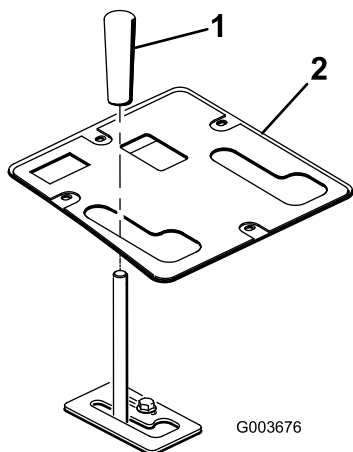

Figura 27
11. Fissate il quadro di comando in posizione con i dispositivi di fissaggio precedentemente rimossi (Figura 27).
12. Installate la manopola sulla leva di sollevamento (Figura 27).